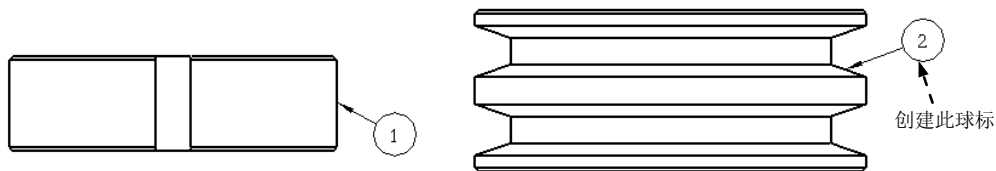

图 5.3.6 手动创建球标（二）
Step6. 重复上述步骤，创建图 5.3.6 所示的球标。